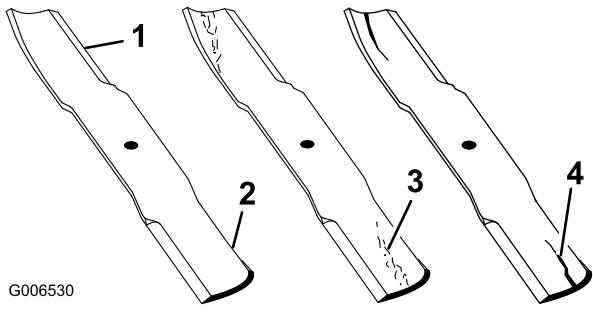

図 28
2. ブレードの切っ先を注意深く観察、特に、直線部と曲線部が交わる部分をよく観察する（図 28）。この、直線部と曲線部の交差域は、砂などによる磨耗が進みやすい部分なので、機械を使用するまえによく点検することが必要。磨耗が大きい場合には（図 28）危険であるから交換する；「ブレードの取り外し」を参照。
ブレードの磨耗を放置すると、ブレードのセール部と平坦部との間に割れ目が発生する（図 28）。この割れ目が拡大すると、最終的にはブレードがちぎれてハウジングの下から飛び出し、これがオペレータや周囲の人間に重大な人身事故となる。